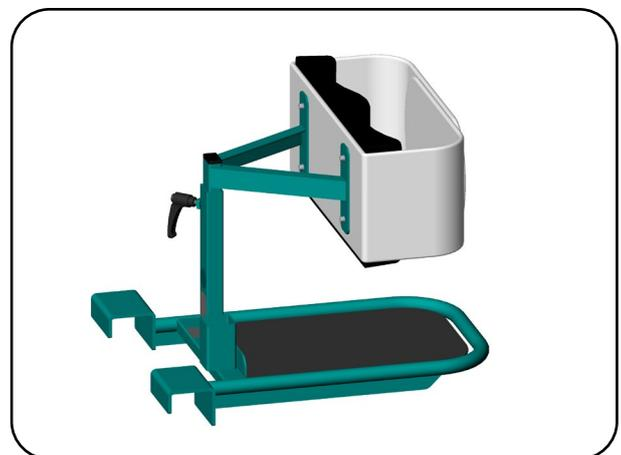

Abbildung 35
23. Befestigen Sie nun wieder die Schienbeinpolsterung mit den Schrauben (Abbildung 35).